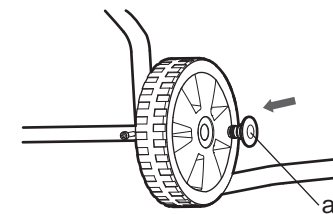

Fig.5
8. Fixez les roues à l'essieu en insérant une pièce de verrouillage (a) de chaque côté de l'essieu. Tapez légèrement les pièces de verrouillage à l'aide d'un maillet en caoutchouc (non fourni) pour les faire entrer complètement dans l'essieu (Fig. 5).